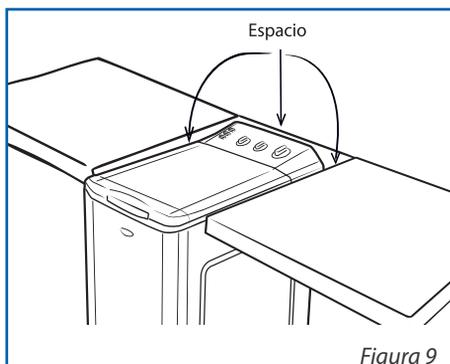

Figura 9
- Separado de paredes o muebles. *Ver figura 9*